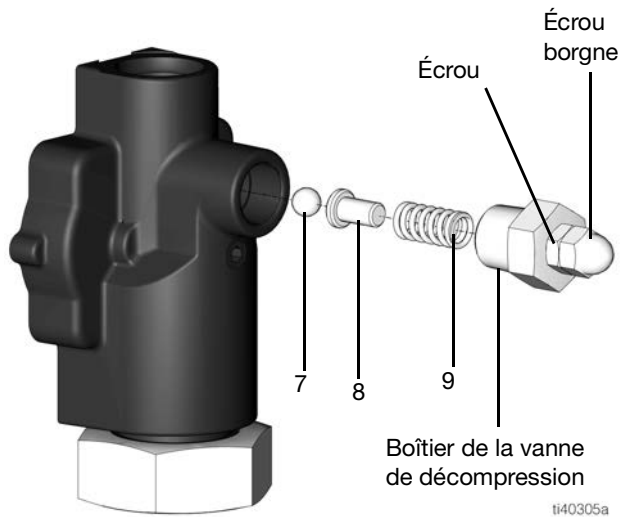

Fig. 43
5. Retirez le boîtier de la vanne de décompression (FIG. 43).
6. Retirez le ressort (9) (FIG. 43).
7. Retirez le guide du ressort (8) (FIG. 43).
8. Retirez la bille de décompression (7) (FIG. 43).
1. Placez la bille de décompression (7) en position dans le boîtier de pompe (voir FIG. 43).
2. Remplacez le guide du ressort (8) (voir FIG. 43).
3. Remplacez le ressort (9) (FIG. 43).
4. Serrez le boîtier de la vanne de décompression dans le boîtier de pompe (FIG. 43).